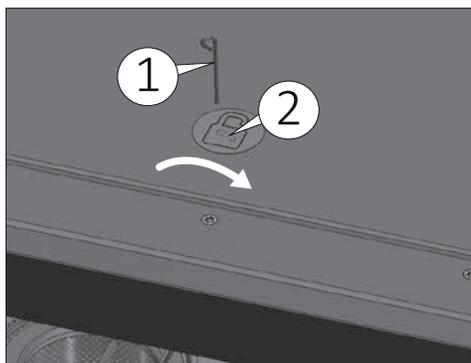

Fig. 13
- 1) Introduire verticalement la clé fournie dans l'emballage dans le trou situé sur le plan de travail de la machine (1 Fig. 13). Pour positionner correctement la clé, suivre la position indiquée par le trou du cadenas sur l'autocollant (2 Fig 13).